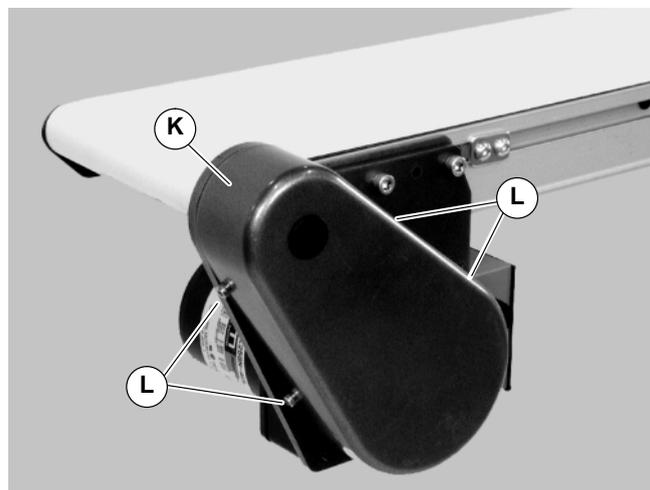

Abbildung 8
- Die Abdeckung (K siehe Abbildung 8) mit vier (4) Schrauben (L) installieren. Auf 4 Nm festziehen.